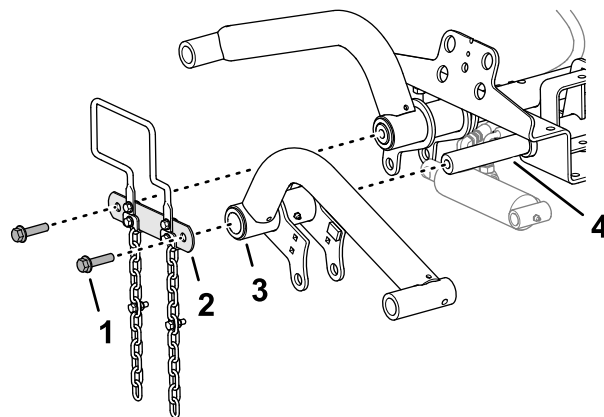

図 11
- 図 11 のように、昇降アームを昇降アームピボットシャフトに取り付ける。
- 昇降アームのピボットシャフトにピボットシャフトリンクを取り付ける図 11 昇降アームの取り付け準備 (ページ 16) で取り外したフランジキャップスクリュー  $1/2 \times 2$ " 2 本を使用する。